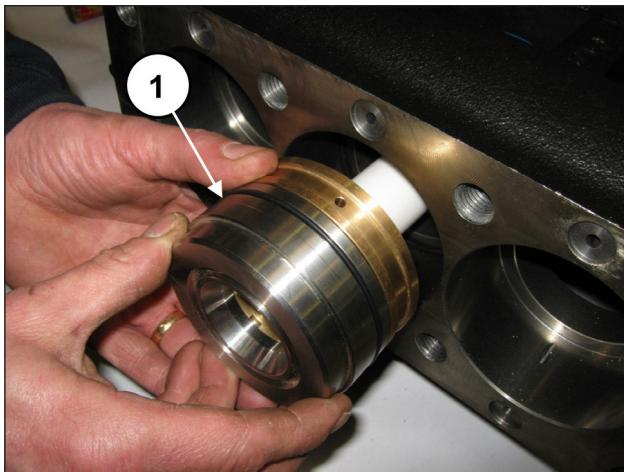

Fig. 188
Certifique-se de que o bloco da camisa - suporte chegue a se posicionar até o fundo do local (pos. ①, Fig. 188).